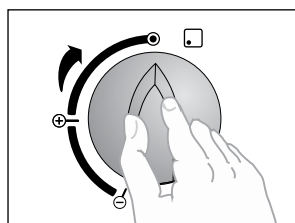

Figura 45
- Que la perilla esté en la posición de APAGADO (Ver figura 45).